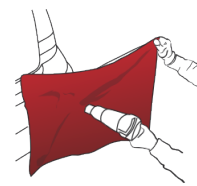
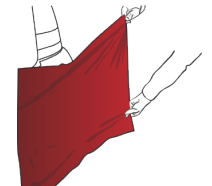
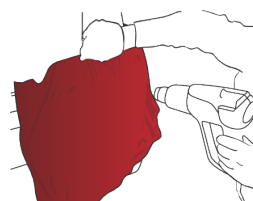

Abbildung 19
Abbildung 20
Abbildung 23
- › Folie auf 30 ° C bis 40 ° C erhitzen (Abb. 19) und so spannen, dass die konvexe Fläche vollständig bedeckt wird. (Abb. 20)
- › Danach auf 30 ° C bis 40 ° C erhitzen (Abb. 23) und spannen, um Falten zu entfernen und mit der Rakele andrücken.
**!** Das Erwärmen der gespannten Folie (Abb. 19) (Abb. 23) muss mit größter Sorgfalt durchgeführt werden. Heißluftpistole (Handschweißbrenner) darf nicht im rechten Winkel zur Oberfläche gehalten werden. Sie sollte so geneigt sein, dass eine größere Oberfläche erwärmt wird. Dabei muss die Heißluftpistole immer bewegt werden. Das Erhitzen einer begrenzten Foliensfläche kann zu einer definitiven Beeinträchtigung führen.